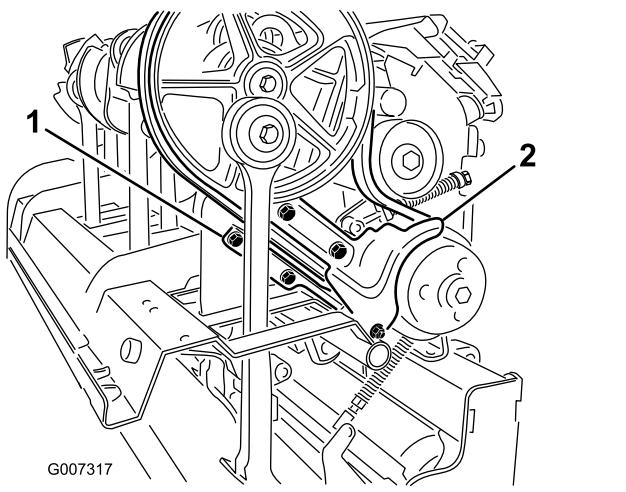

Рисунок 37
- Снимите детали крепления грязезащитного щитка и нижнего щитка ремня (Рисунок 37). Снимите грязезащитный щиток и нижний щиток ремня.